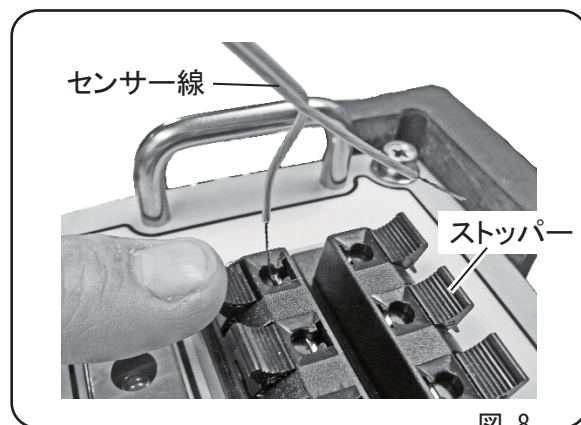

図 8
- 6 センサー線を端子に接続します。上下一対でひとつの入力チャンネルです。センサー線に極性はありませんので、どちらにでも接続できます。ストッパーを押してセンサー線を差し込みます。使用しないチャンネルは何も接続する必要はありません。(図8)